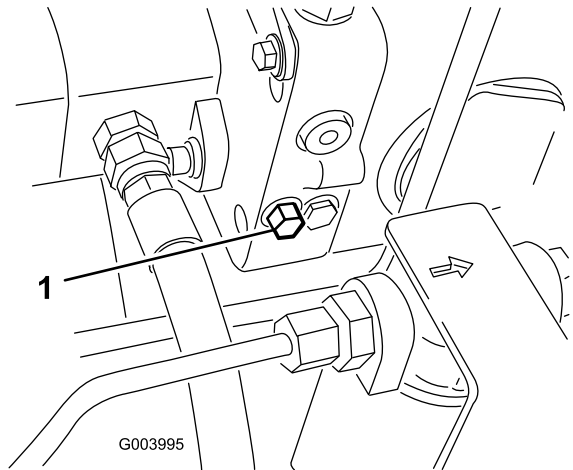

Figure 37
1. Tournez le boulon de la vanne de dérivation une fois et demie pour ouvrir la vanne et permettre la dérivation interne de l'huile (Figure 37).